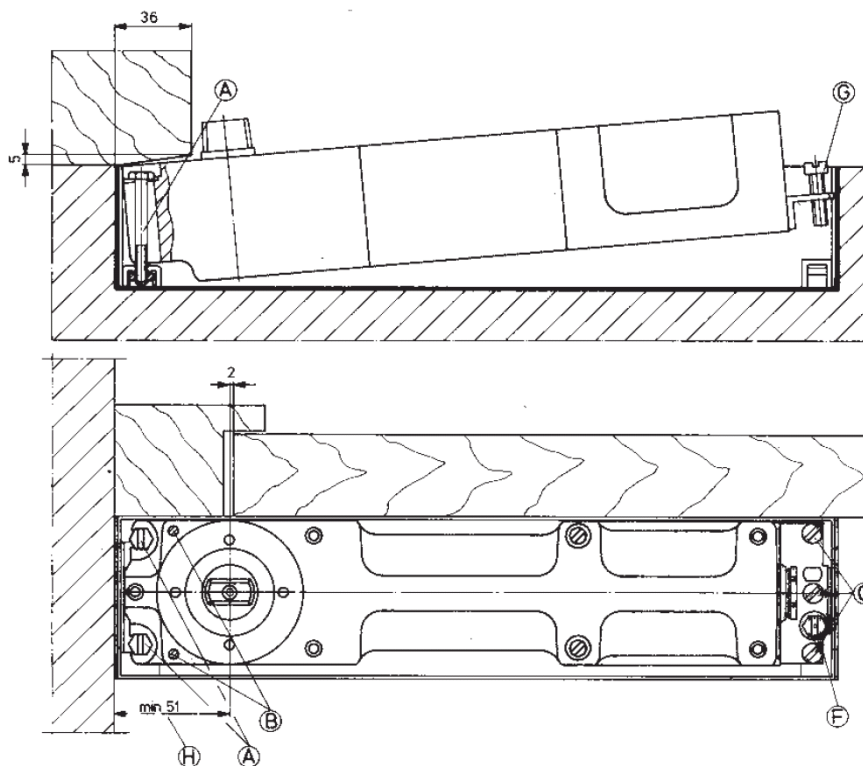

Рис. 6. Установка DORMA BTS80.
6. Установите тело доводчика в цементную коробку. (Рис. 6)